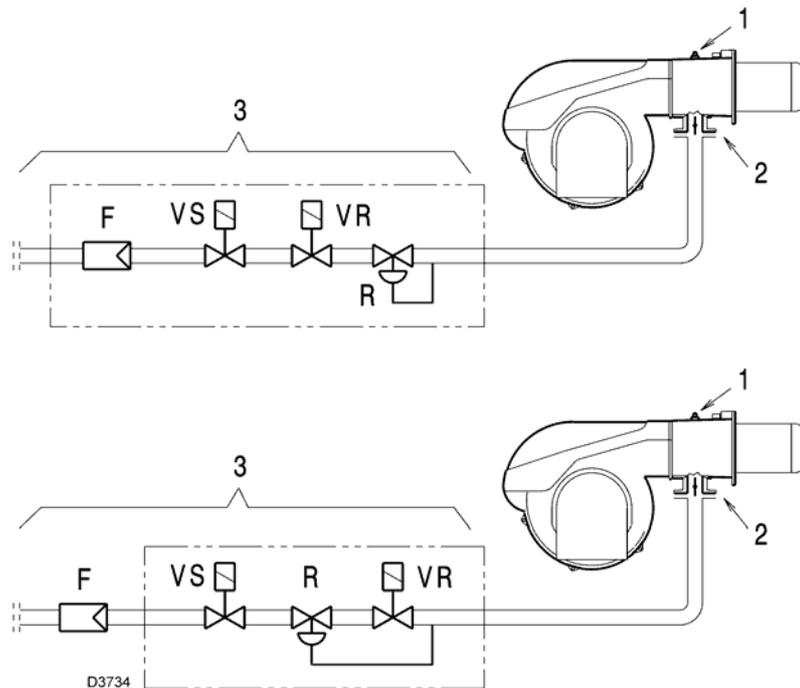

Рис. 39
Давление газа измерено на штуцере для измерения давления газа (1) (рисунок 39), при:
Потеря давления на дроссельной заслонке газа (2) (рисунок 39) при максимальном открывании 90°.
Потеря давления на газовой рампе (3) (рисунок 39), которое включает в себя:
- регулировочный клапан (VR),
- предохранительный клапан (VS) (оба открыты максимально),
- регулятор давления (R),
- фильтр (F)
- вычитите из давления газа на штуцере (1) (рисунок 39) давление в камере сгорания;
- давление газа на штуцере отбора давления (1) (рисунок 39) = 8 мбар
Если же вы наоборот хотите узнать давление газа, которое должно быть на штуцере замера давления (1) (рисунок 39), при условии что вы зафиксировали максимальную мощность, с которой должна работать горелка, действуйте следующим образом: